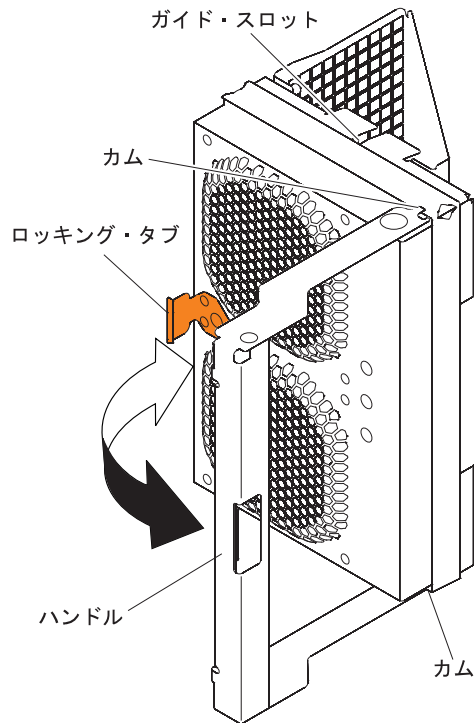

図 92. ファン・アセンブリーの取り外し
- a. ストレージ拡張エンクロージャーの背面で、ファン・アセンブリー・ハンドルを所定の位置に保持しているロックング・タブを押して、ファン・アセンブリーを手前に引き、ファン・アセンブリーを取り外します (168 ページの図 92 を参照)。